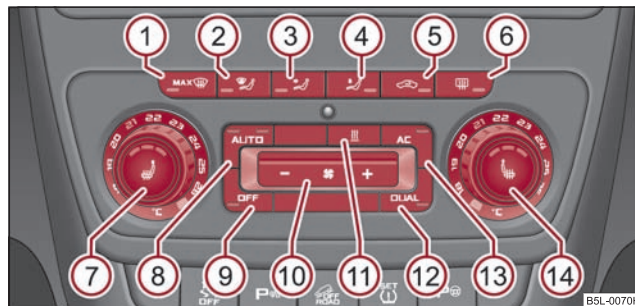

Fig. 110 Climatronic: Elementos de mando
- Pulse la tecla  ⇒ **página 106, fig. 110.**
- Pulsar la tecla **AC** ⇒ **página 106, fig. 110**. En la tecla se encenderá el testigo de control.
Si se empaña el parabrisas, pulse la tecla  (MAX)  (1) ⇒ página 106, fig. 110. Cuando el parabrisas se haya desempañado, pulse la tecla  (AUTO).
- Pulse la tecla  ⇒ página 106, fig. 110.